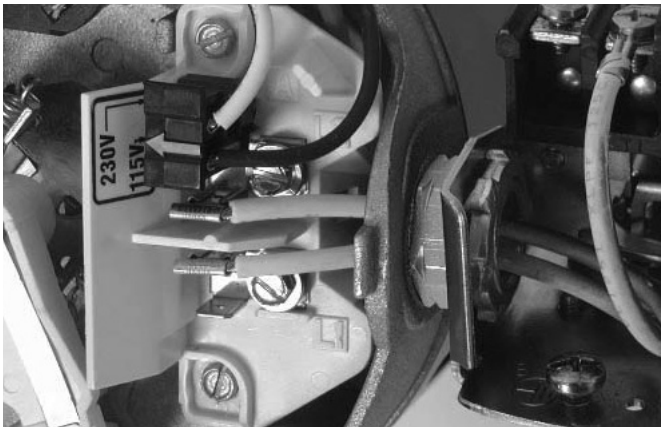

Figure 9 : Tension réglée à 115 volts sur sélecteur à fiche
3. Déplacer la fiche sur le courant de 115 volts. Sur cette position, la fiche couvre 2 pattes métalliques et la flèche sur la prise est alignée sur la flèche **115V** de l'étiquette (figure 9).